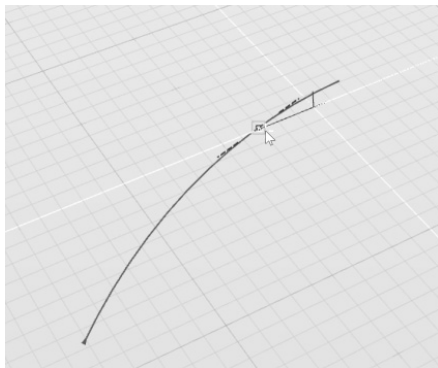

图 3-65 锁定融合曲线与 NURBS 曲线融合
2) 使用建模工具栏中的“融合曲线”工具，将鼠标光标移动至视图中 NURBS 曲线上的中间位置，按住〈Ctrl〉键，当亮蓝色方框锁定至 NURBS 曲线并可自由在曲线上移动时，释放鼠标。此时，锁定融合曲线与 NURBS 曲线融合，如图 3-65 所示。